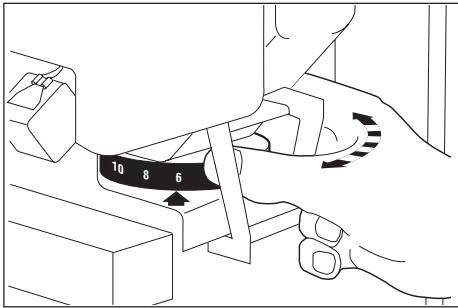

Fig. 15
- Regolare l'indice di macinatura del caffè su uno dei seguenti valori, ruotando la manopola (23) (Fig. 15):